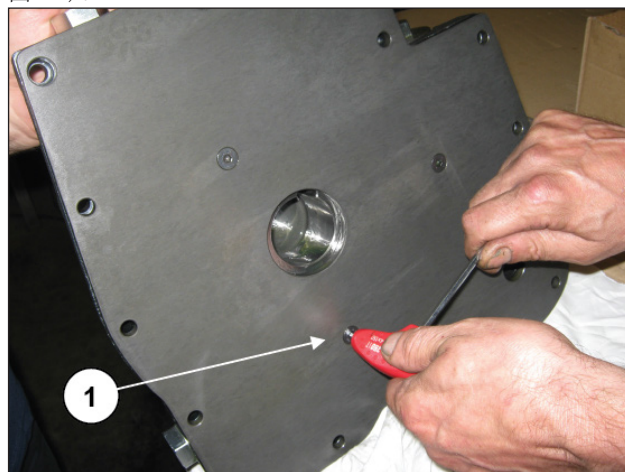
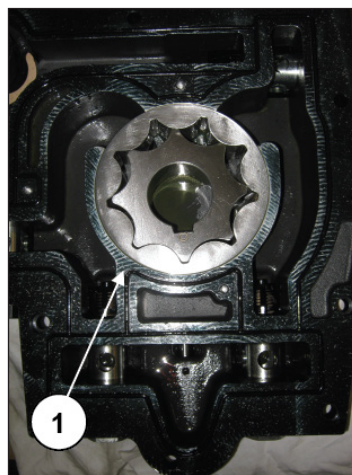

图 51
图 52
请遵守油泵拆卸的正确顺序。拧松三个M6螺钉（①，图 51）来拆除油泵体后板，以便可接触油泵转子并拆除它们（①，图 52）。